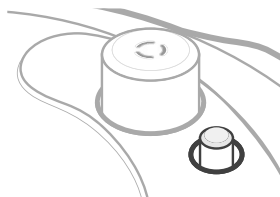

Figure 1.7
- La soupape à flotteur levée signifie qu'il y a de la pression à l'intérieur. [Figure 1.7]